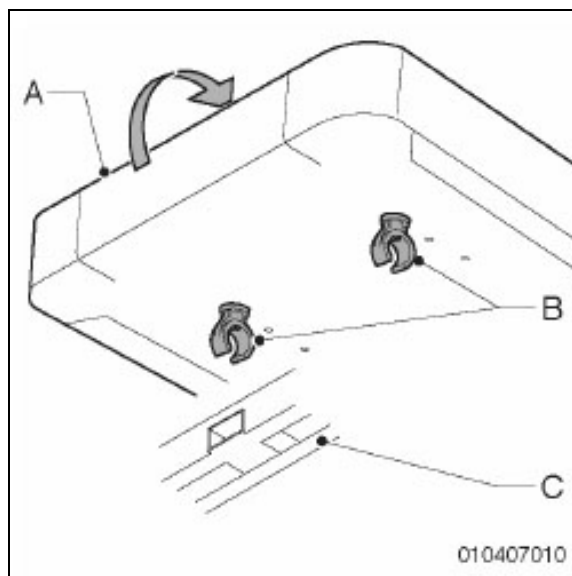

Bild 3.13
1. Dra upp sätet (A på bild 3.13) framtill.
2. När du sätter tillbaka sätet måste klämmorna (B på bild 3.13) klicka fast runt stolens ram (C på bild 3.13).